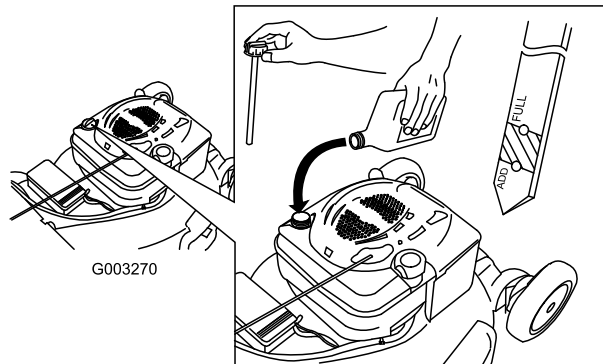

Figure 7
1. Retirez la jauge (Figure 7).
2. Versez de l'huile **lentement** dans le goulot de remplissage pour faire monter le niveau de liquide jusqu'au repère du plein (Full) sur la jauge (Figure 7). **Ne remplissez pas excessivement.** (Remplissage max. : 0,59 l, type : huile détergente SAE 30W de classe de service API SF, SG, SH, SJ, SL ou supérieure.